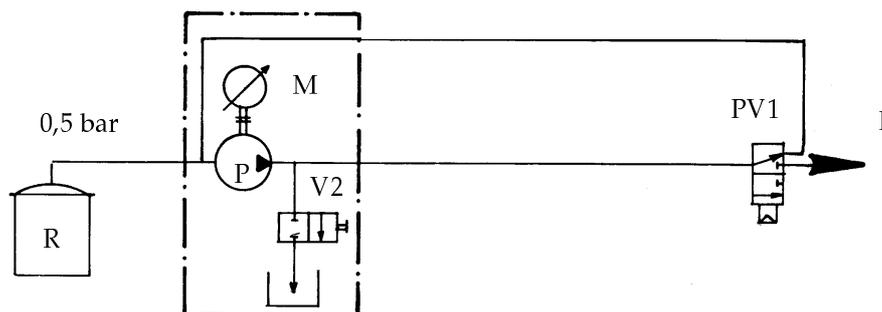

Figura 8
5.2. MONTAGGIO CON CIRCUITO DI RITORNO E VALVOLA DI SCARICO (VEDERE FIGURA 8)
Il funzionamento è identico a quello della **figura 8**, § 5.2, con il comando di scarico garantito da una pneumovalvola **PV4** invece del comando manuale **V2**.